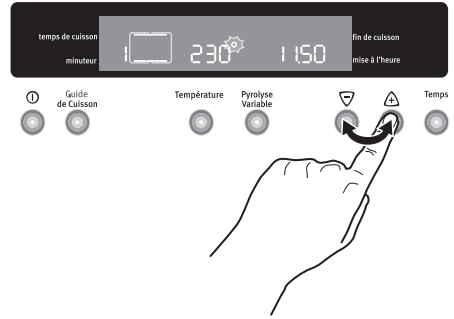

Fig. 5
- Utilisez les touches ▾ ou ▲ pour modifier la température prédéfinie tandis que le symbole "●" clignote (Fig. 5). La température maximum pouvant être programmée est de 250°C.